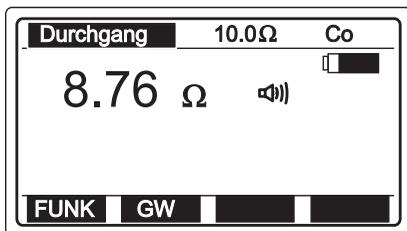

Bild 17: Anzeige Messwert
- Die Taste 'START' kurz drücken, die Messung wird beendet, das letzte Messergebnis bleibt angezeigt, siehe Bild 17